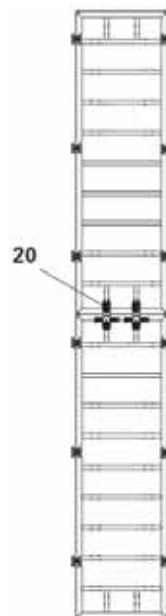

Рис. 54
Для наращенных элементов TR ST 90 и TR ST 120 используется два выпрямляющих замка типа BFD (20) (Рис. 54)